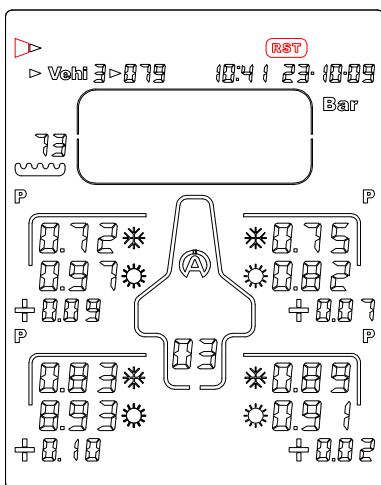

Figura 14
- 1) Com a ajuda dos botões  , seleccione o ícone "RST" (figura 14)